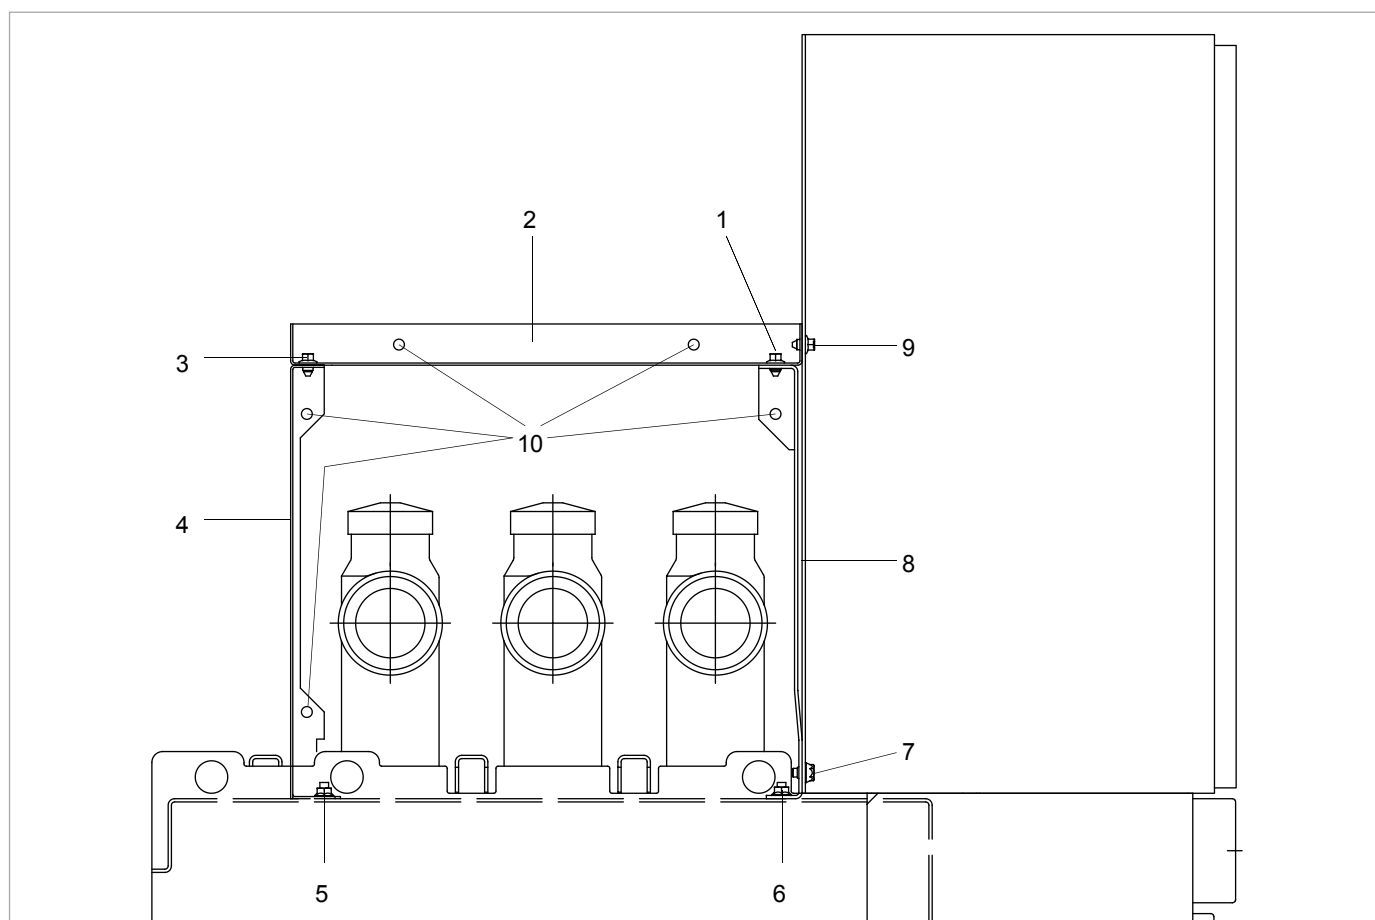

Fig. 37
1. Visser la tôle de recouvrement avant sur le réservoir (Fig. 37, pos. 6).